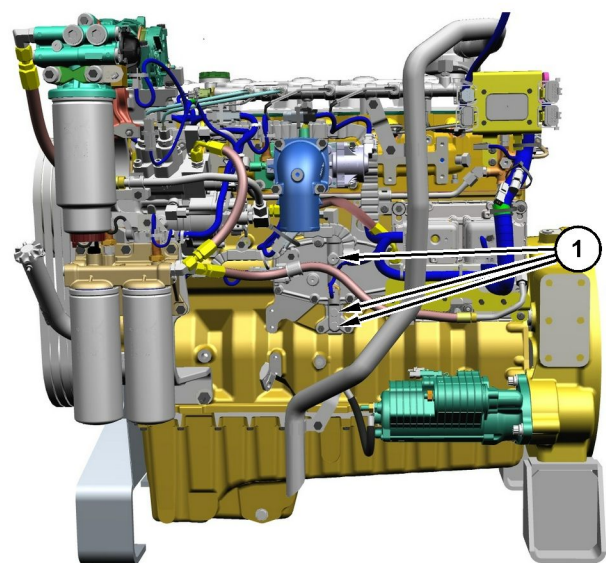

Abbildung 44
Einen der in Abbildung 44 gezeigten Stopfen entfernen, um mit dem Motorölsystem zu verbinden. Das Verbindungsteil benötigt die Maße 9/16" x 18 TPI (Gangzahl je Zoll). Darauf achten, dass die richtige Ölsorte verwendet wird; zu weiteren Informationen siehe dieses Betriebs- und Wartungshandbuch, "Flüssigkeitsempfehlungen". Wenn die Motorinnenflächen geschmiert sind, Verbindungsteil entfernen und Stopfen (1) einschrauben. Den Stopfen mit einem Anziehdrehmoment von 60 N·m (44 lb ft) festziehen. Perkins empfiehlt, das Verfahren bei einer Umgebungstemperatur von mindestens 10° C (50° F) durchzuführen.